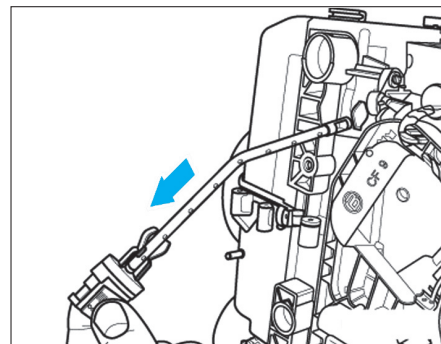

Fig. 23
- Extraire le transmetteur (Fig.23).